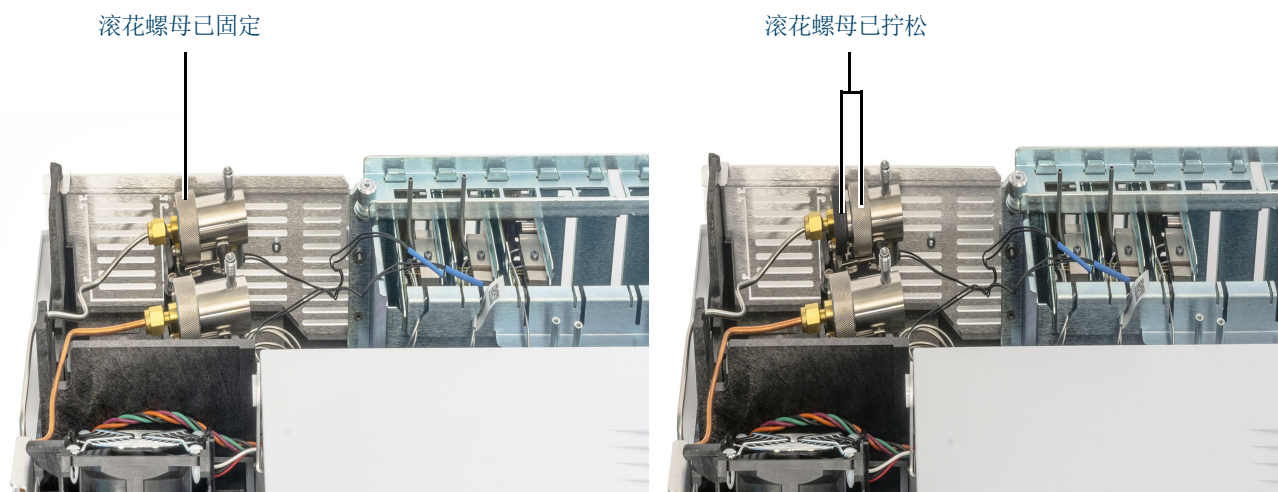

图 7. 拧松滚花螺母
- 4 完全拧松固定分流出口捕集阱的滚花螺母，如图 7 中所示。